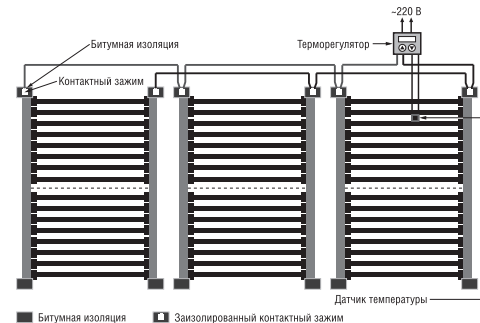

Рис. 10. Общая схема подключения термопленки RexVa
- 13.1 Подключение термопленки к сети производится согласно схеме подключения на рис. 10.